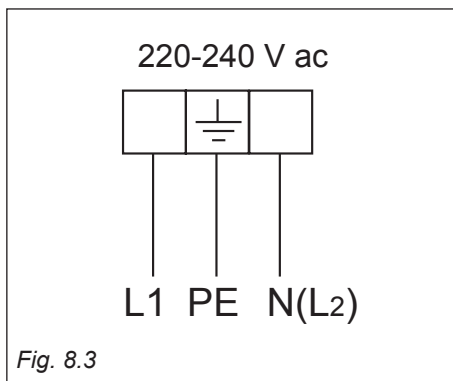

Fig. 8.3
- Il cavo deve essere connesso alla morsettieria secondo lo schema di fig. 8.3.